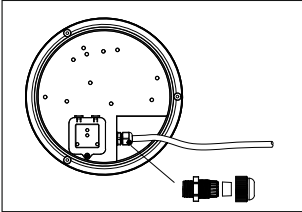

Рис. 3
- 5.12 Отрегулируйте длину и положение кабеля так, чтобы не было натяжения, после чего надёжно закрутите кабельный ввод, чтобы добиться герметичности. Затем закрутите защитную крышку (рис. 3).